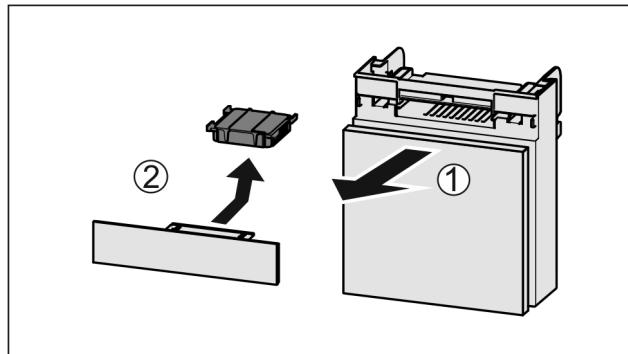

Fig. 151
► Вытянуть Fig. 151 (1) отделение движением вперед.
► Извлечение Fig. 151 (2) фильтра с активированным углем.